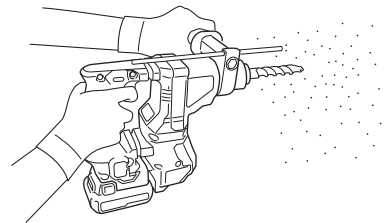

图 19
- (1) 安装钻头。
- (2) 将钻头尖端放在钻孔位置，然后拉动开关扳机。（图 19）
- (3) 使用电动锤钻进行作业时，不需要用力推压。只要稍加按压，让钻碎的粉尘徐徐排出即可。
钻头碰到建筑物的钢筋时会立即停止转动。但电动锤钻又将随即转动（如图 19），因此，必需握紧侧柄和操作柄。